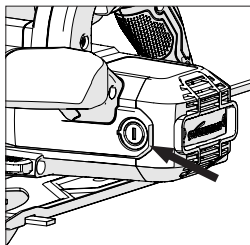

Abb. 17
- Entfernen Sie die Plastikkappen an der Rückseite des Motorgehäuses. (**Abb. 17**) Gehen Sie vorsichtig vor; die Kappen sind federbelastet.